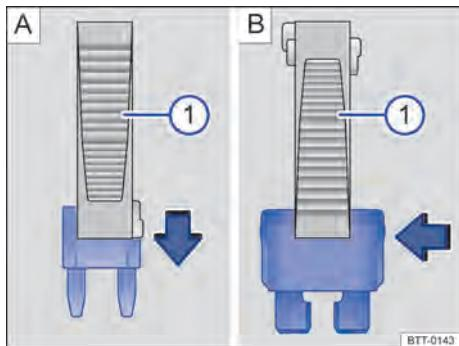

Fig. 126 Remover ou instalar um fusível com a garra da pinça de plástico ①.
- Se necessário, retirar a pinça de plástico → Fig. 126 ① do suporte. O suporte se encontra na parte traseira da caixa de fusíveis perto da tomada de conexão para diagnóstico.
- Em caso de *fusíveis pequenos*, encaixar a garra ① por cima → Fig. 126 A.
- Em caso de *fusíveis maiores*, empurrar a garra ① lateralmente sobre o fusível → Fig. 126 B.
- Caso o fusível esteja queimado, substituir o fusível por um novo da *mesma* intensidade de corrente (mesma cor e inscrição) e do *mesmo* tamanho → ①.